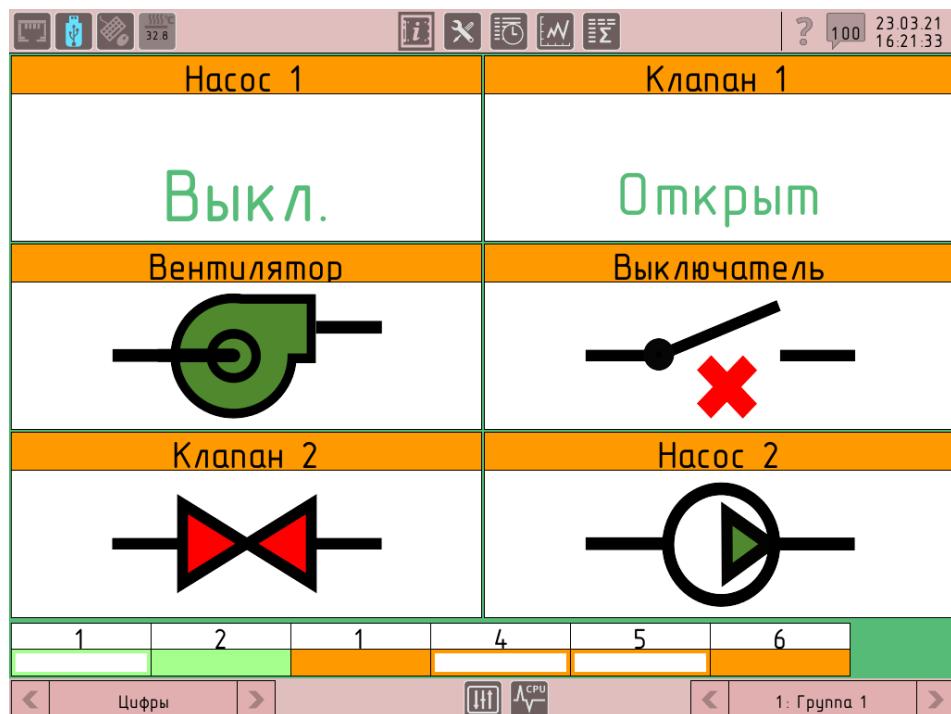

Рисунок 4.16 – Дискретные объекты, переданные каналам в качестве аргументов, в режиме "Цифры"
- ▶ цвет заливки указывает на тип объекта (см. рисунок 4.16);